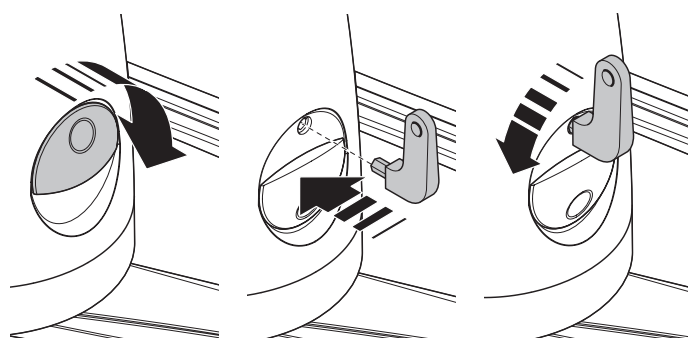

Fig. 12
01. Desbloquear o motorreductor como mostrado na **fig. 12**;